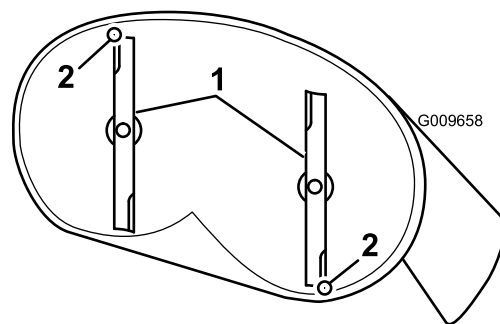
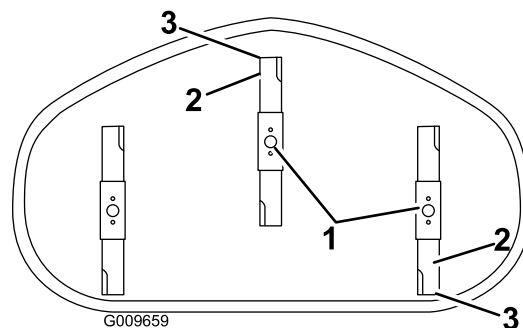

Figure 62
Figure 63
4. Faites pivoter les lames avec précaution pour faire passer les pointes avant à l'arrière (Figure 62 et Figure 63).
5. Mesurez la distance entre la pointe de la lame avant et la pointe de la lame arrière par rapport à la surface plane (Figure 62 et Figure 63). Si la pointe avant de la lame n'est pas de 1,6 à 7,9 mm plus basse que la pointe arrière, réglez le contre-écrou avant.
8. Une fois le réglage effectué, vérifiez à nouveau l'inclinaison avant/arrière des lames. Poursuivez le réglage de l'écrou jusqu'à ce que la pointe avant de lame soit de 1,6 à 7,9 mm plus bas que la pointe arrière (Figure 62 et Figure 63).